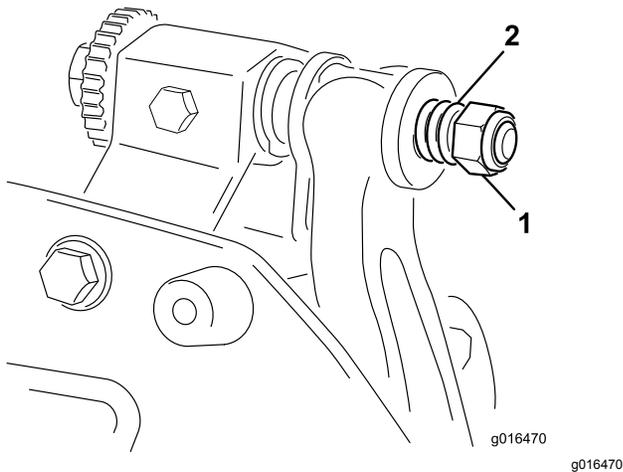

Рисунок 24
- Затяните гайку натяжения пружины, чтобы пружина полностью сжалась, затем отверните ее на 1/2 оборота (Рисунок 24).